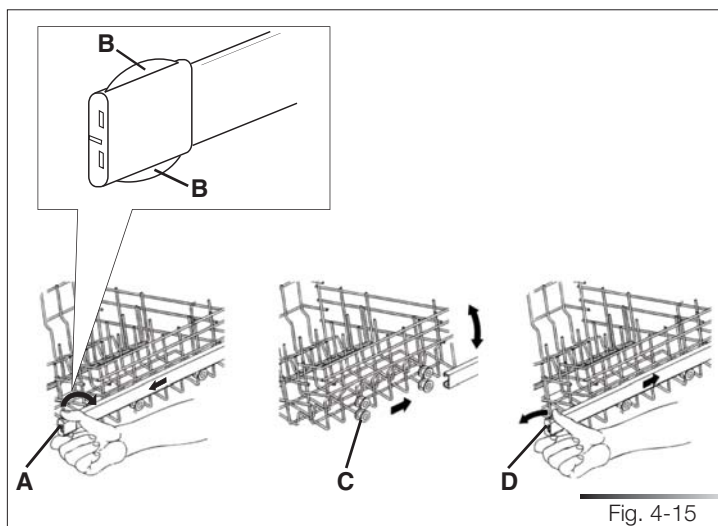

Fig. 4-15
**Version A** (voir fig. 4-15) : le panier supérieur peut être réglé sur deux positions, selon les nécessités de l'utilisateur et en fonction de la hauteur de la vaisselle à laver dans le panier inférieur. Procéder de la façon suivante :
- extraire le rail à glissière droit du panier ; Enlever la butée (réf. A fig. 4-15) du rail en agissant sur les ailettes (réf. B fig. 4-15) (agir d'abord sur l'ailette supérieure, puis sur l'ailette inférieure) ;
- introduire les deux roues supérieures ou inférieures dans les rails (réf. C fig. 4-15), selon le réglage désiré ;
- remettre dans leur position d'origine les butées des rails (réf. D fig. 4-15) ; il est conseillé de monter les butées en accrochant d'abord l'ailette inférieure, puis l'ailette supérieure).